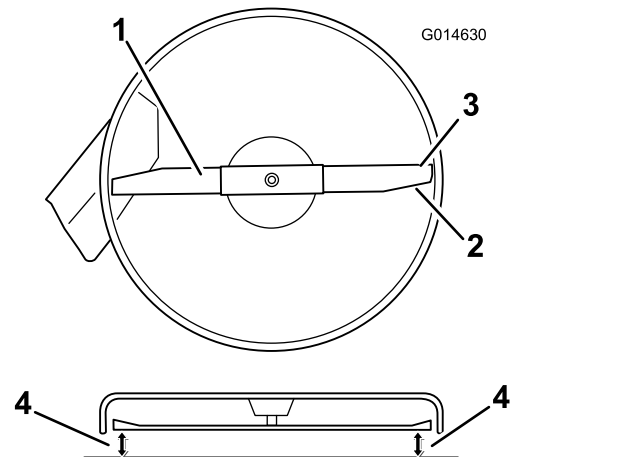
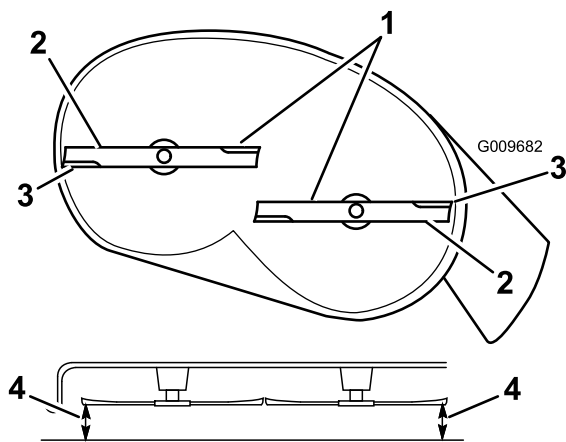

Figure 65
Figure 66
- Faites pivoter les lames avec précaution pour qu'elles soient toutes parallèles (Figure 65 et Figure 66).
- Mesurez la distance entre les tranchants extérieurs et la surface plane (Figure 65 et Figure 66).